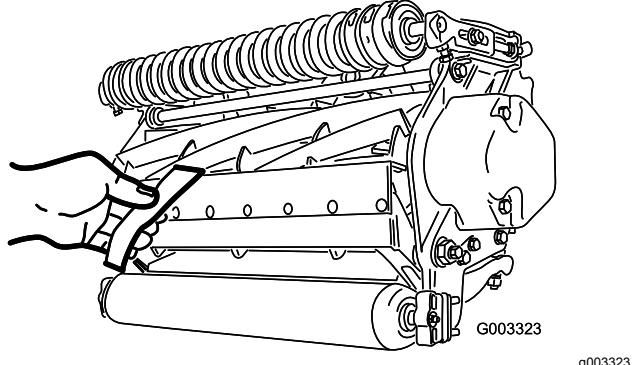

图14
- 在滚刀与底刀间插入一长条 Toro 剪切性能纸纸要与底刀垂直检测剪切性能 **图14**。